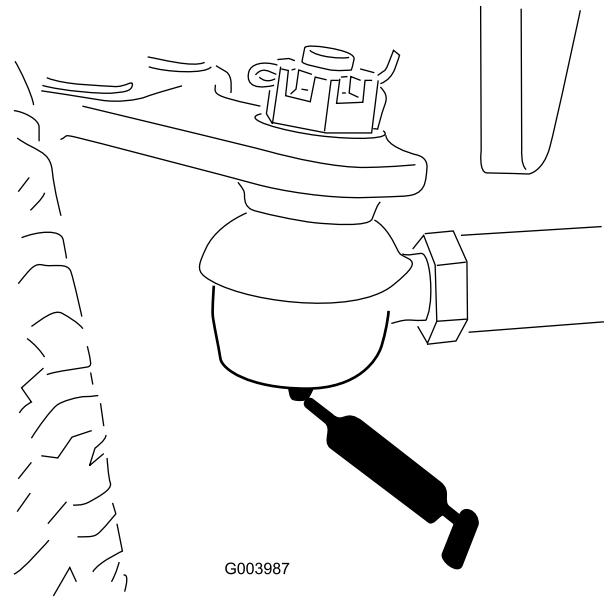

Figura 46
- Barra de ligação do eixo traseiro (2) (Figura 46)